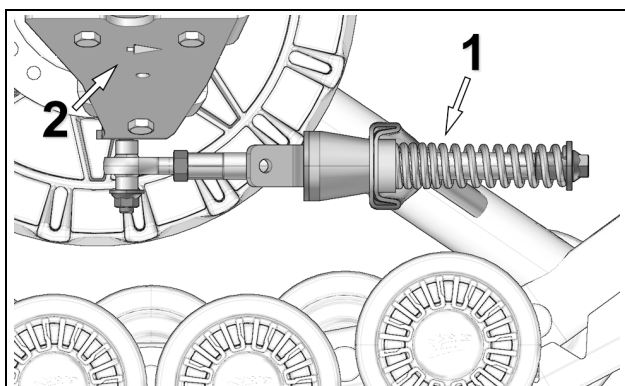

Figure 3
- Le bras stabilisateur (1) doit être fixé à l'ancrage avant (2) installé au véhicule. Voir la Figure 3.